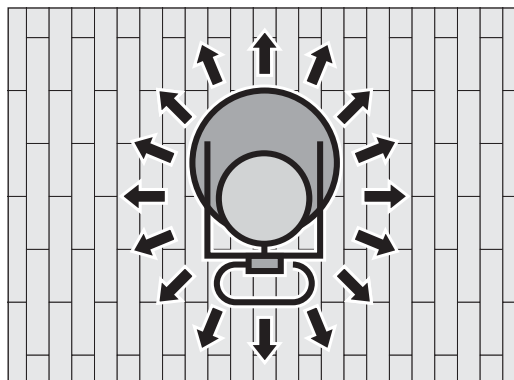

Abb. 24 Schleifrichtungen der TRIO.
- Es muss keine bestimmte Schleifrichtung berücksichtigt werden (Abb. 24).